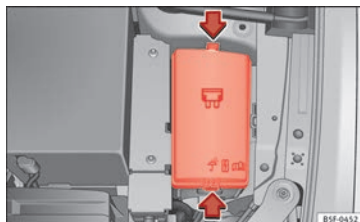

Fig. 101 No compartimento do motor: tampa da caixa de fusíveis.
- Pressione as patilhas de bloqueio para desbloquear a tampa da caixa de fusíveis »» **Fig. 101.**